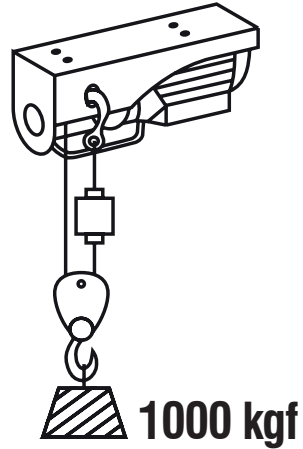

Fig. 14 – Grúa con la configuración cable doble
- b. Para el trabajo con su capacidad máxima, debe ser utilizado el gancho con polea de inversión (Fig. 14), siendo el gancho principal fijado en la estructura de la grúa;